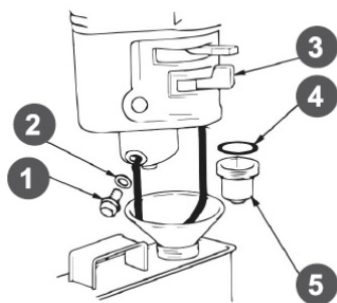

**Рис. 21 Обслуживание фильтра-отстойника**
1. Установите рычаг топливного крана 3 (Рис. 21) в положение «ЗАКРЫТО».
3. Открутите болт 1 сливного отверстия и слейте топливо из поплавковой камеры карбюратора (Рис. 21).
4. Открутите стакан отстойника 5, вылейте из него топливо в заранее подготовленную емкость (Рис. 21).
1. Слейте топливо из топливного бака и карбюратора (Рис. 21).